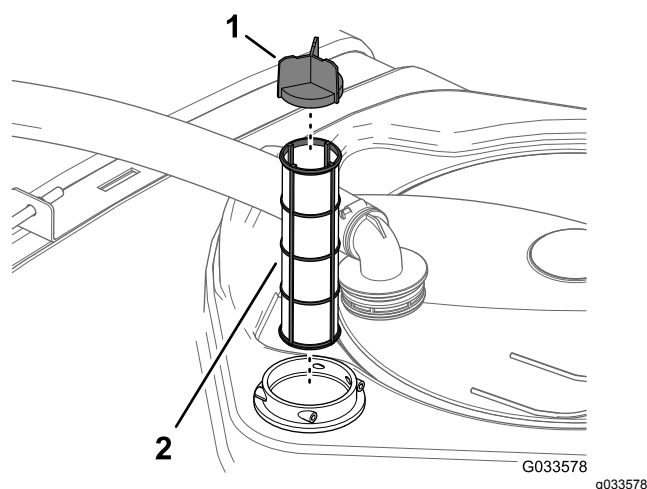

Figure 78
4. Sortez la crépine d'aspiration du logement du filtre dans le réservoir (Figure 78).